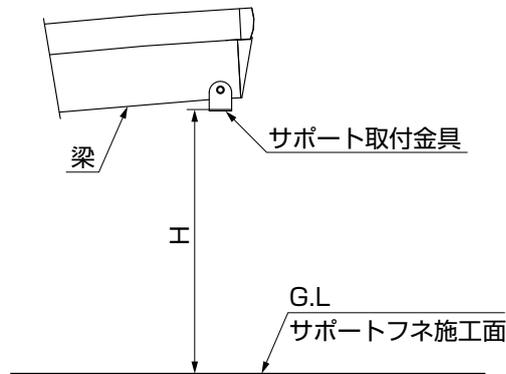

図5-1
- ①サポート本体を取付ける際、取付け機種に合わせて長さを調整してください。
- ②図5-1のH寸法を採寸してください。